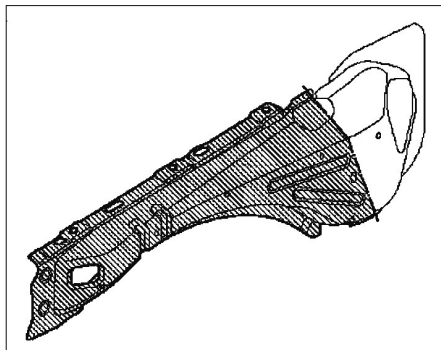

FIG. 8
- Couper le renfort de passage de roue au niveau de la ligne de découpe (fig. 8).